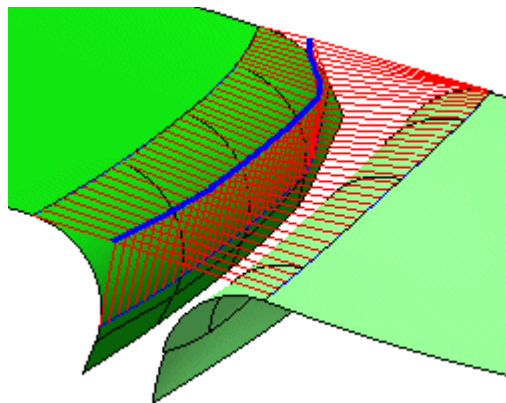

Figura 2.169 Líneas del resultado generadas con Envelope.
- **Envelope:** las intersecciones de las líneas del análisis entre sí y con las superficies objetivo y destino se pueden representar de otro color al de las propias líneas (Figura 2.169).